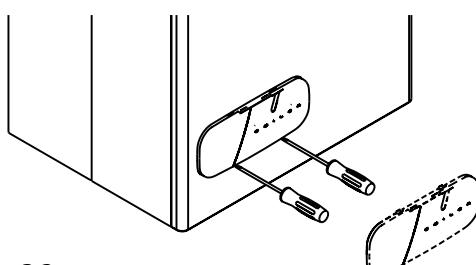

Fig. 3.2
- haciendo palanca con un destornillador, quitar la tapa del panel de mando (fig. 3.2)
- levantando por meio da chave de parafusos retire a portinhola do painel de comando (fig. 3.2)